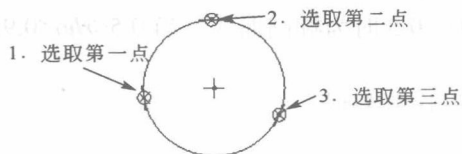

图 2-12 三点圆的绘制
(3) **三点圆的绘制** 点选按钮 , 鼠标左键分别选取三个点即可完成三点圆弧的绘制，如图 2-12 所示。